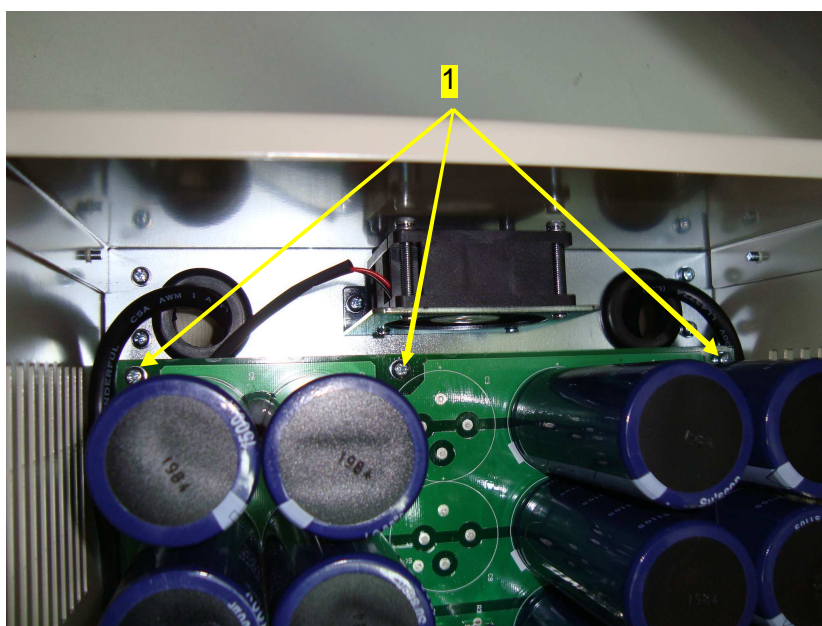

Рисунок 6.37
6.12.7 Выкрутить три винта 1 на плате конденсаторов (рисунок 6.37). Положить винты в тару.